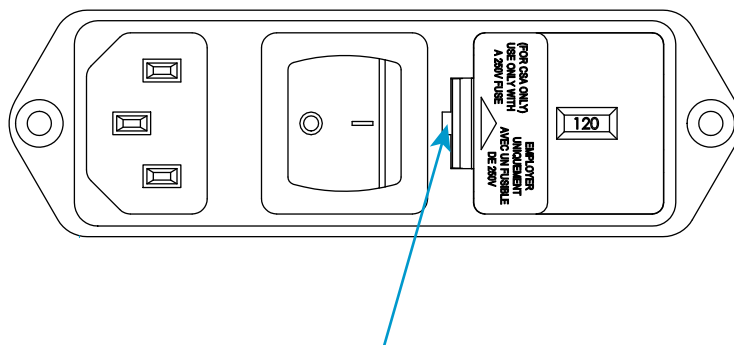

Figure 5. Déboîtement du porte-fusible
2. Insérez un petit tournevis plat dans la fente indiquée par Figure 5 à la page 40 et faites levier sur le porte-fusible.